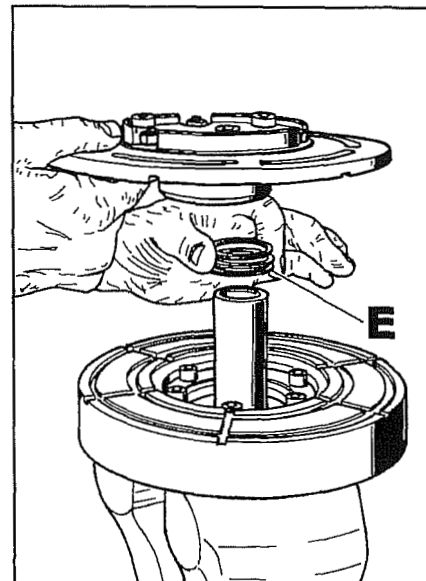
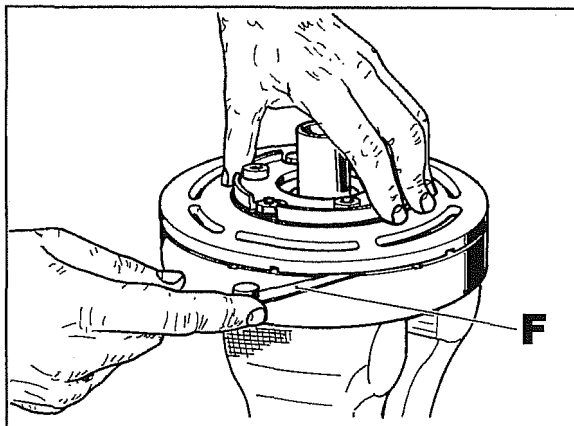

Abb. 15
Abb. 16
- Benutzen Sie ein Rohr, das zu den Lagern paßt, dann im Schraubstock den Zusammenbau wie in der Abb. 15 gezeigt ausführen, wobei die zuvor ausgebauten Abstandhalter **E** benutzt werden.
- Mit dem Stärkemesser **F** Abb. 16 den Abstand zwischen den beiden Scheiben messen. Dieser Abstand muß 0,6 mm betragen, etwaige Plus- oder Minusabweichungen sind mit den Abstandhaltern **E** Abb. 15 auszugleichen.